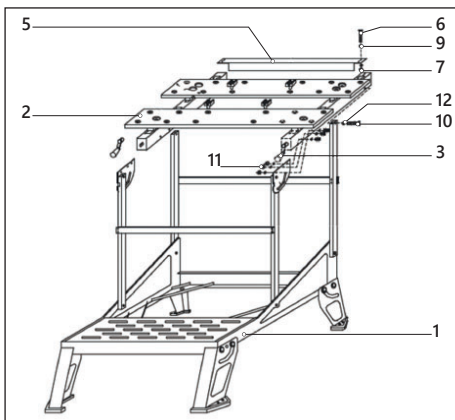

Рисунок 2.
При помощи болтов (10), шайб (12) и гаек (11) соберите верстак (рис. 2), соединив рабочую поверхность (2) и каркасное основание (1) вместе.